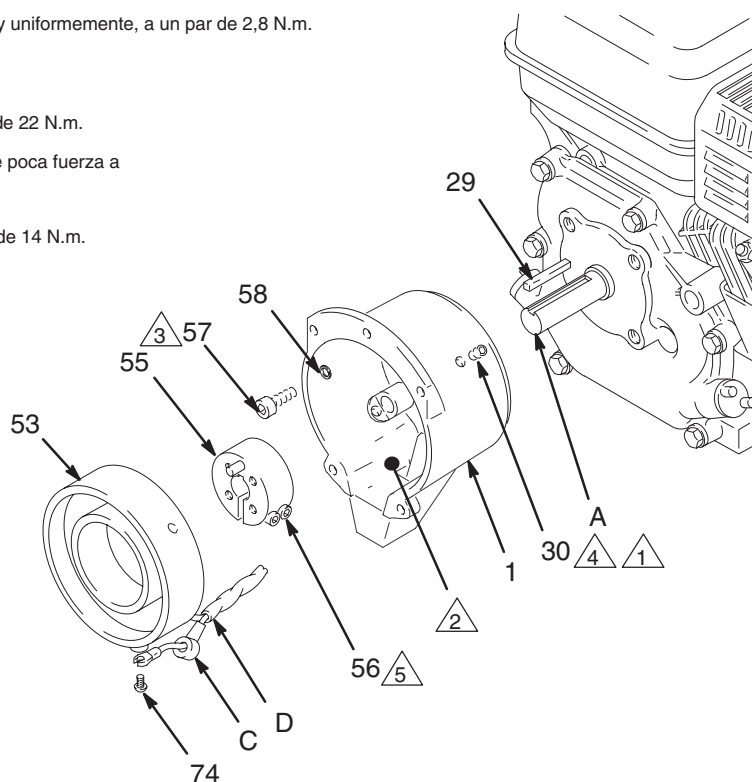

Fig. 23
1. Instale el **cárter del embrague (1)**, los tornillos de cabeza (57) y las arandelas de seguridad (58) en el motor. Utilice una herramienta de alineación especial para colocar el cárter del embrague en el motor. Apriete los tornillos (57) a un par de 22 N.m.
2. Instale la **chaveta** del eje del motor (29). Vea la Fig. 23.
4. Conecte los cables de las guarniciones (D) con los tornillos (74) en ambos sitios del inductor (los cables pueden sujetarse en cualquiera de las dos conexiones). Tire de las tapas de plástico (C) y encájelas sobre los tornillos. Instale el inductor en el cárter del embrague. Conduzca las guarniciones a través de la ranura del cárter del embrague. Con los orificios de los tornillos de bloqueo del inductor y del cárter del embrague (1) alineados, apriete los tornillos de bloqueo (30) opuesta y uniformemente. Vea la Fig. 23.